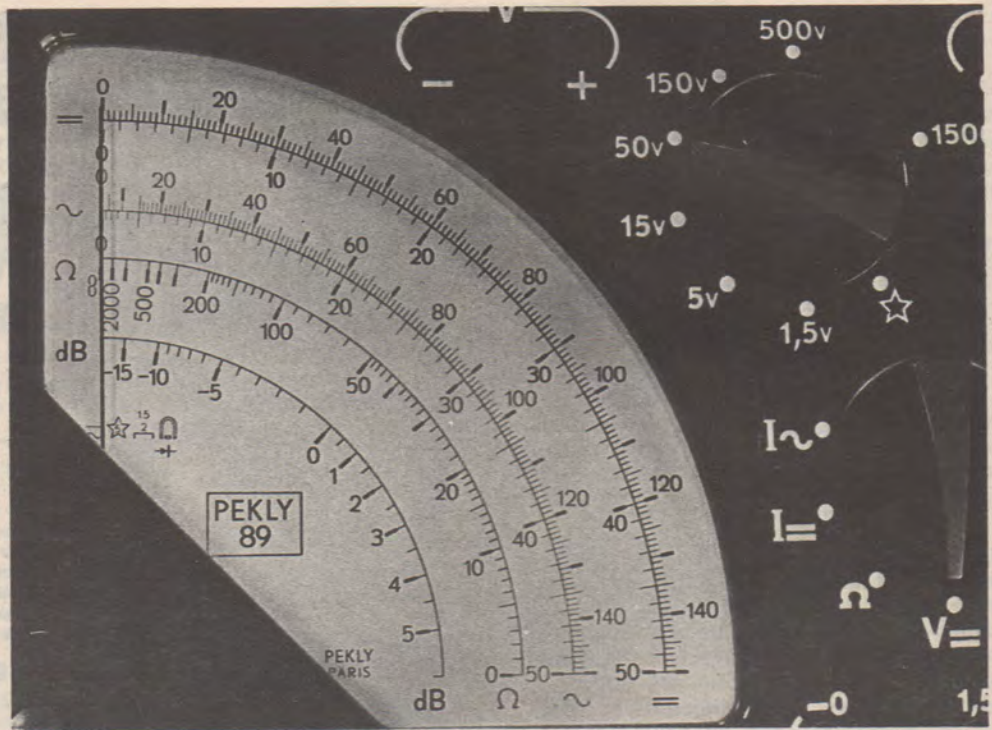

Figure 21
En fait, certains artifices de montage, qui conduisent à des circuits complexes dont l'étude sortirait du cadre de cet article, permettent d'obtenir une échelle commune pour toutes les gammes de tensions alternatives. On peut le constater sur la photographie de la figure 21, où l'échelle la plus extérieure, linéaire, correspond aux différentes gammes de tensions et courants continus, et où la deuxième échelle correspond aux tensions alternatives.
Cette intensité décroît quand R_x augmente, et elle est maximale pour $R_x = 0$. Le zéro de l'échelle de mesure des résistances correspond ainsi à la déviation maximale du galvanomètre, comme on peut le vérifier sur la photographie de la figure 21.
La relation (1) montre que l'échelle n'est pas linéaire en R_x . La déviation ne peut tendre vers zéro que si R_x augmente indéfiniment (voir figure 21). On caractérise généralement les calibres, en ohm-mètre, par la valeur de la résistance correspondant à la position médiane de l'aiguille du galvanomètre. Ainsi, dans l'appareil photographié, les trois calibres correspondent respectivement à 50Ω , 5000Ω et 50000Ω à mi-échelle.
Sur beaucoup de contrôleurs, une échelle est prévue pour la mesure directe des gains en décibels. En se reportant à la photographie de la figure 21, on constate que l'échelle correspondante a son zéro en face de la valeur 0,775 volt de l'échelle des tensions alternatives. La différence des lectures en deux points d'un circuit donne alors directement le gain en décibels, le niveau de référence choisi étant celui que nous avons indiqué, soit 0 dB pour 0,775 volt.